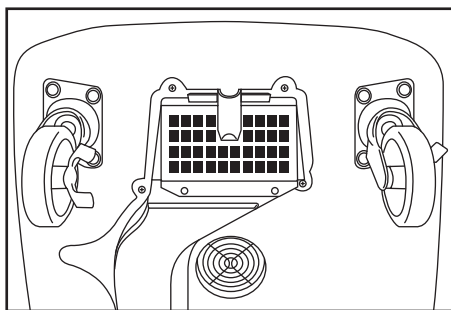

Fig. 6
9. La unidad está equipada con un filtro de carbón para el control de olores que debe cambiarse cada 6 meses (Fig.6).